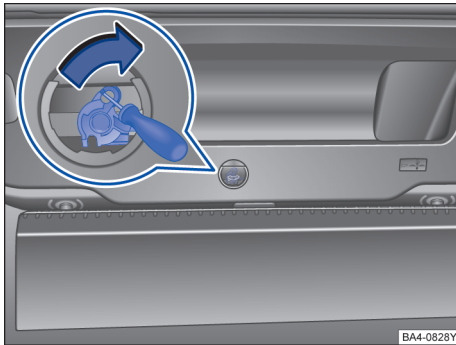

图 63 行李厢盖应急解锁
- 取下行李厢盖内衬上的圆形盖板→图 63。
- 沿箭头方向按压解锁拨杆→图 63。行李厢盖随即解锁。